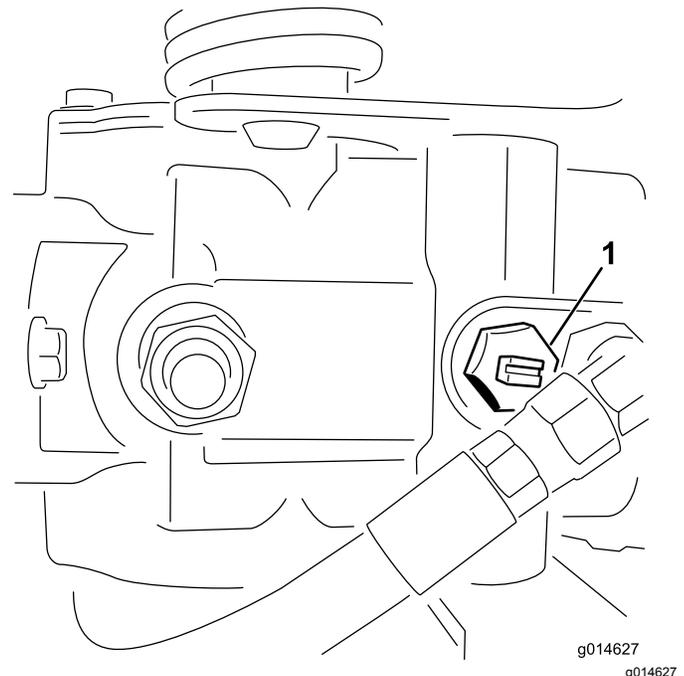

Рисунок 23
1. Найдите на насосе перепускной клапан и поверните его так, чтобы паз был вертикален (Рисунок 23).
2. Перед запуском двигателя закройте перепускной клапан, повернув его так, чтобы паз находился в горизонтальном положении (Рисунок 23).